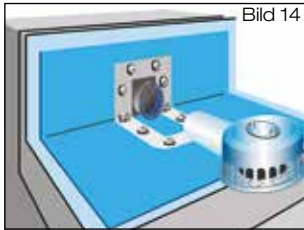

Bild 14
- 2.7 Dichtelement in Rohrmuffe des Ablaufrohres mit Fest- und Losflansch einlegen (Bild 14).
- 3.7 Dichtelement in Rohrmuffe des Ablaufrohrs mit Fest- und Losflansch einlegen (Bild 14). Dichtelement innen und Rohrende der DRAINJET®-Attikahaube mit Gleitmittel einstreichen.